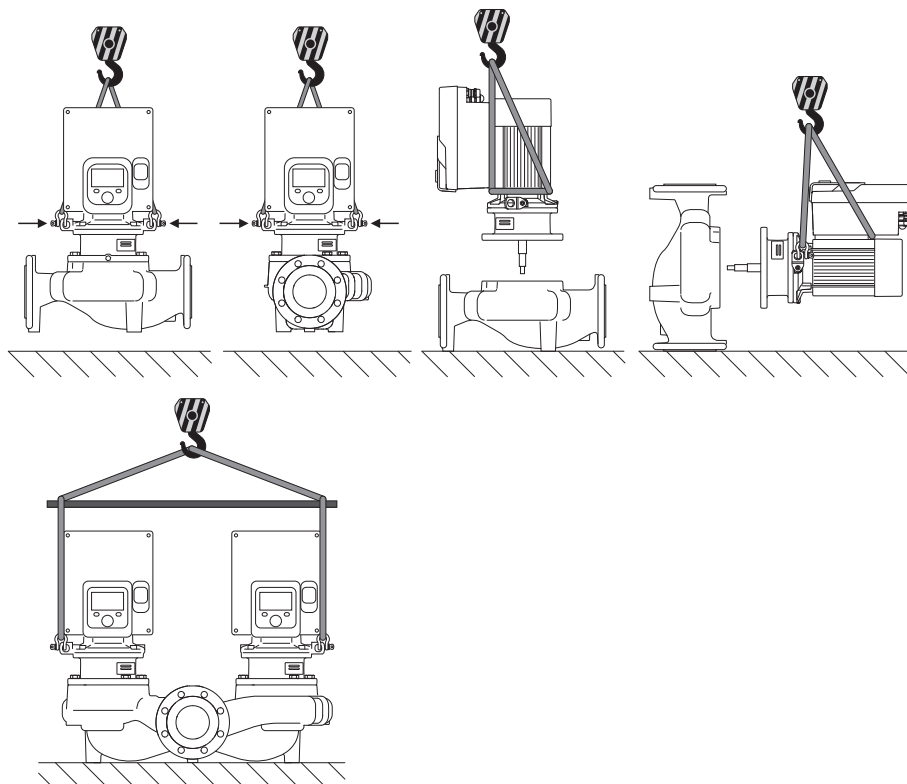

Fig. 6: Tõstesuund
Pumpa tuleb teisaldada lubatud tõsteseadmete (nt tali, kraana jne) abil. Tõsteseadmed tuleb kinnitada mootoriäärikul olevatele tõsteasadele. Lükake vajaduse korral tõsteasade adapterplaadi alla (Fig. 6).
1. Jätke kaks tõsteaasa (Fig. I, pos. 30) mootoriäärrikule.
2. Kinnitage siseosakomplekt (Fig. 4) ohutuse tagamiseks tõsteaasadest sobivate tõsteseadetega. Selleks et sõlm ümber ei läheks, asetage elektroonikamooduli mootori ja adapteri ümber Fig. 6 vastav rihm. Kinnitamisel vältige elektroonikamooduli kahjustamist.
3. Keerake poldid (Fig. I/II/III/IV, pos. 29) lahti ja eemaldage.